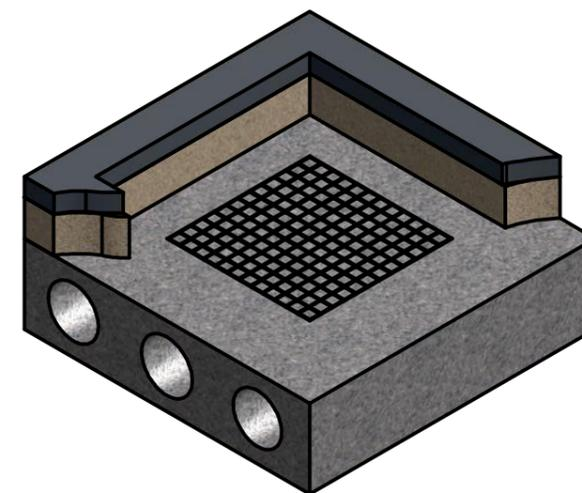

Рис. 28
4.6.4.2. Аналогично выполняются прорезы в направлении, перпендикулярном выбранному изначально (рис. 28).